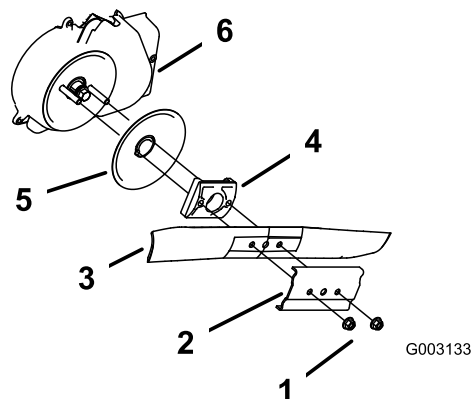

Figura 33
3. Togliete i due dadi della lama ed il rinforzo (Figura 33).
4. Togliete la lama (Figura 33).
5. Montate la lama nuova (Figura 33).